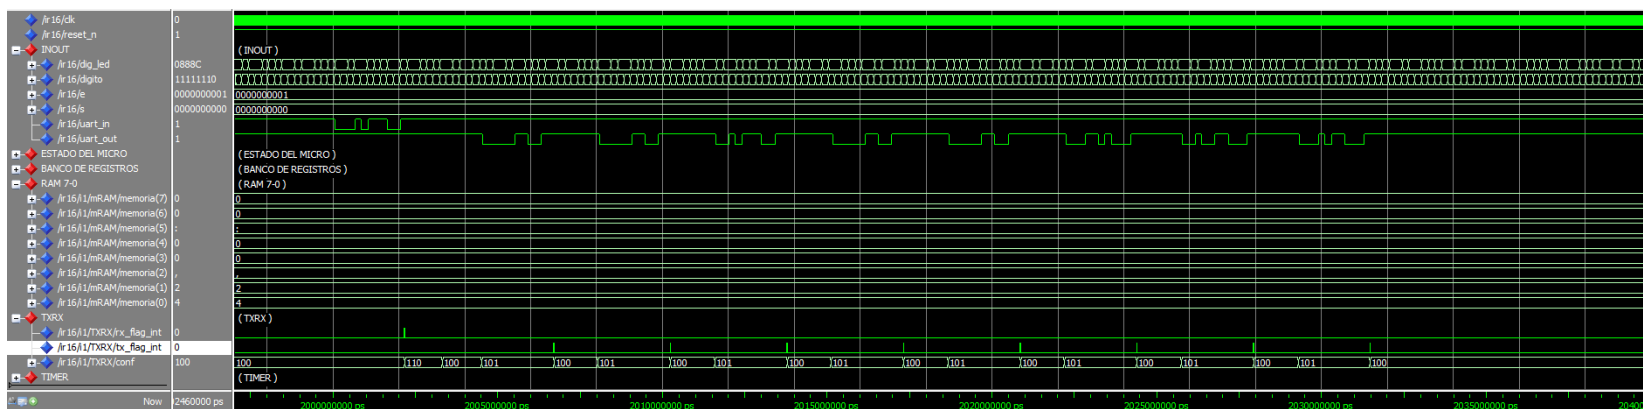

Figura 4.4: Pregunta y respuesta por puerto serie del *timestamp* actual
- Pregunta y respuesta por puerto serie del *timestamp* actual (Figura 4.4)